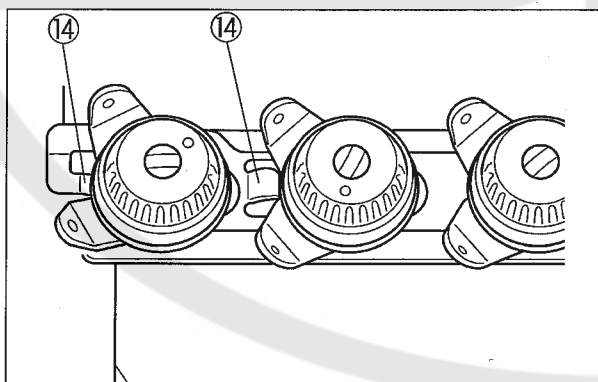
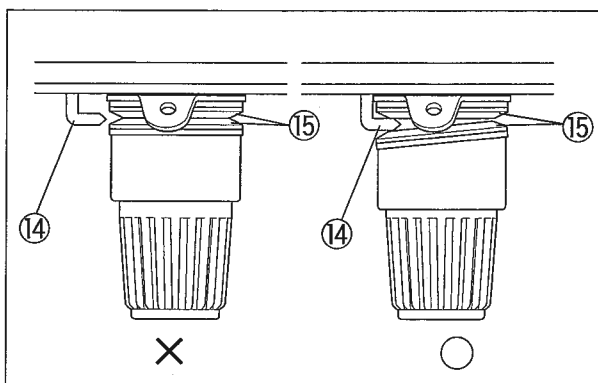

図4
図5
6. 押エ揚げレバー⑦を押し下げて、糸緩メ板のフック⑭が糸調子皿⑮の間に入って針糸に張力が無くなっていることを確認する。(図4, 図5)